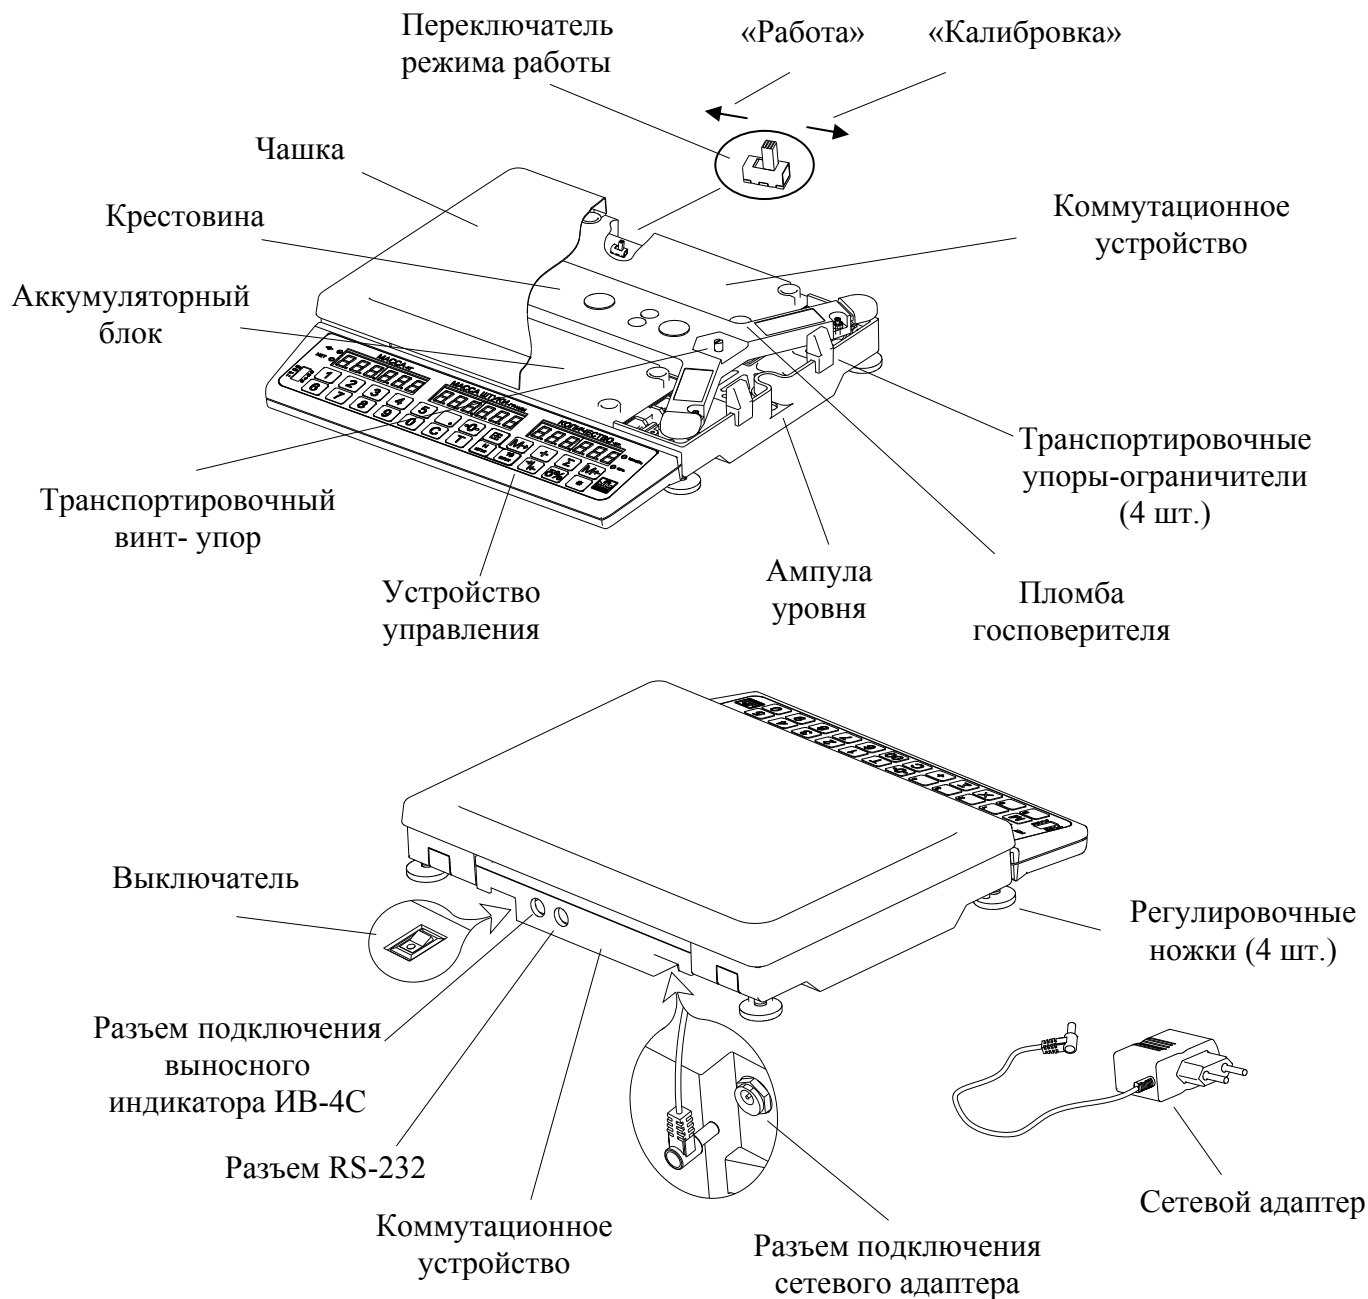

Рис. 5.1 - Весы МК_C21
Конструкция весов представлена на Рис. 5.1. Расположение элементов индикации и клавиатуры приведено на Рис. 5.2.
6.2 Снять чашку с весов и убрать транспортировочные упоры - ограничители (Рис. 5.1).